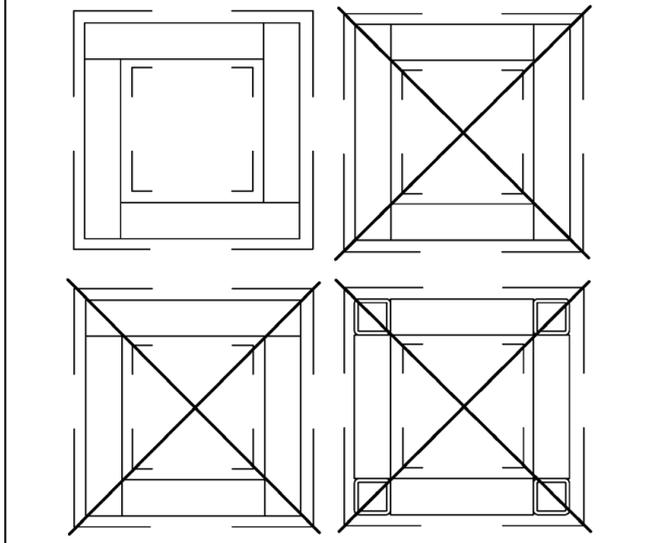
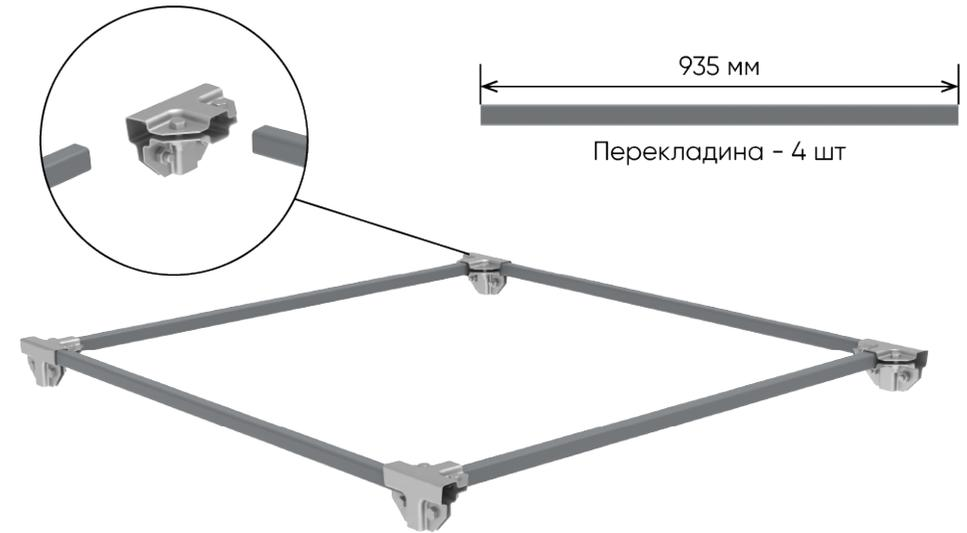
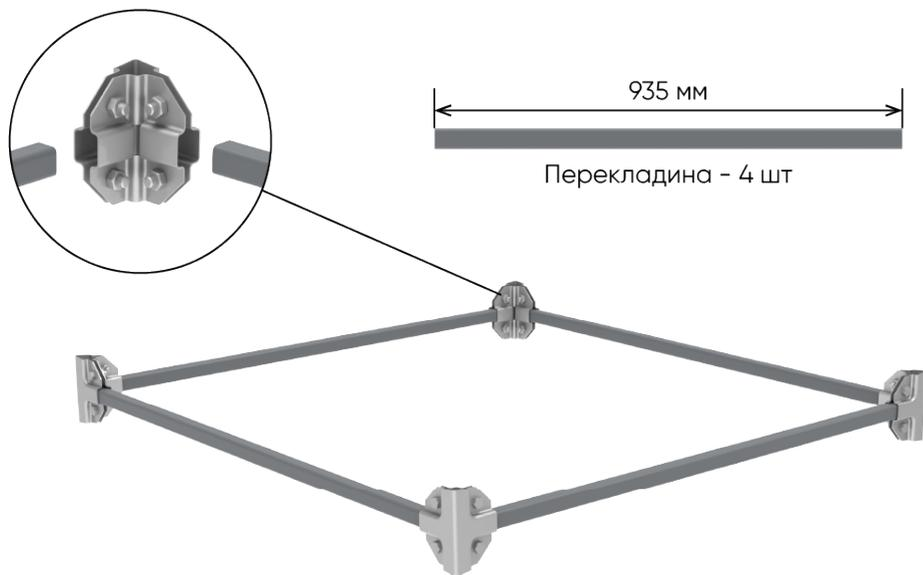

Рис. 4 – Схема расположения перекладин
Рис. 5 – Сборка верхнего яруса
Рис. 7 – Сборка нижнего яруса
2. Провести сборку верхнего яруса. Для этого необходимо согласно схеме (Рис. 4) скрепить между собой перекладины и стойки с помощью ранее подготовленных скоб (Рис. 5, 6). После сборки провести окончательную затяжку скоб.
3. Провести сборку нижнего яруса. Для этого необходимо согласно схеме (Рис. 4) скрепить между собой перекладины и стойки с помощью ранее подготовленных скоб (Рис. 7, 8). После сборки провести окончательную затяжку скоб.
ВАЖНО! Перед окончательным стягиванием убедитесь в правильном расположении перекладин согласно схемам (Рис. 4, 9). Неправильная сборка может привести к разрушению конструкции в ходе эксплуатации.